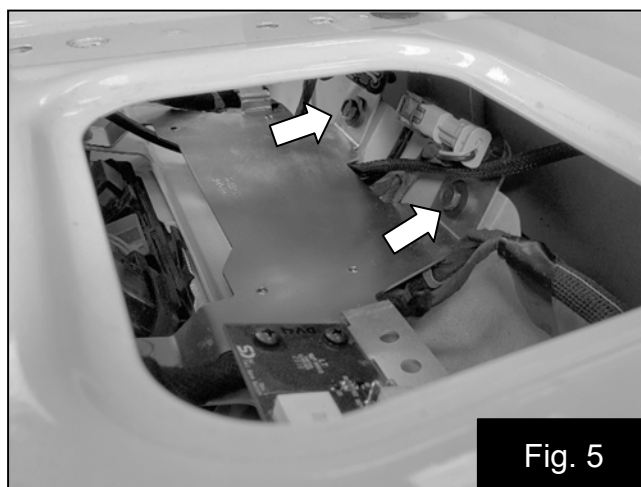

Fig. 5
7. Installez le support de montage de l'amplificateur à travers la droite du trou central et fixez-le avec les boulons de la poignée du hayon et les deux boulons fournis. Fig. 5